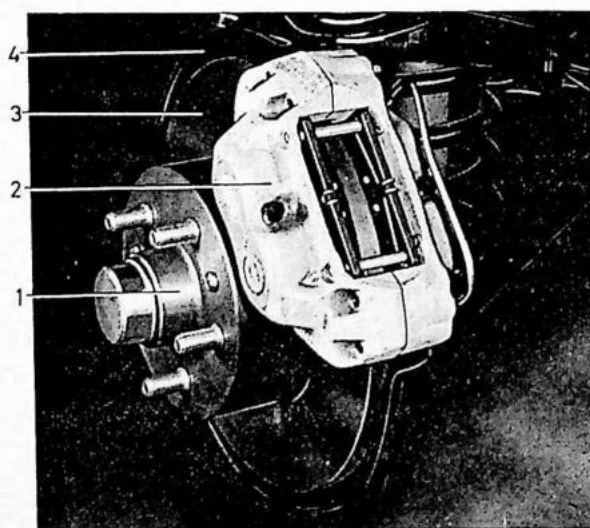

Fig. 5-7. Remdelen, voorwiel
Fig. 5-7 laat zien hoe de remdelen van de voorwielen zijn aangebracht. De schijf (3) is van gietijzer en is bevestigd aan de wielnaaf, waarmee hij ronddraait. De beschermplaat (4) behoedt de schijf tegen vuil worden.